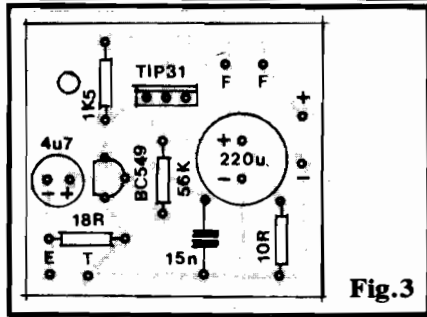

Fig. 3
- FIG. 3 - "Chapeado" da montagem. A figura mostra a placa agora pelo lado **não cobreado**, já com todas as peças (menos o alto-falante...) do circuito, em si, devidamente posicionadas (todas identificadas com seus códigos, valores, etc., como é norma em ABC...). Os pontos que merecem atenção extra são: o posicionamento dos dois transistores